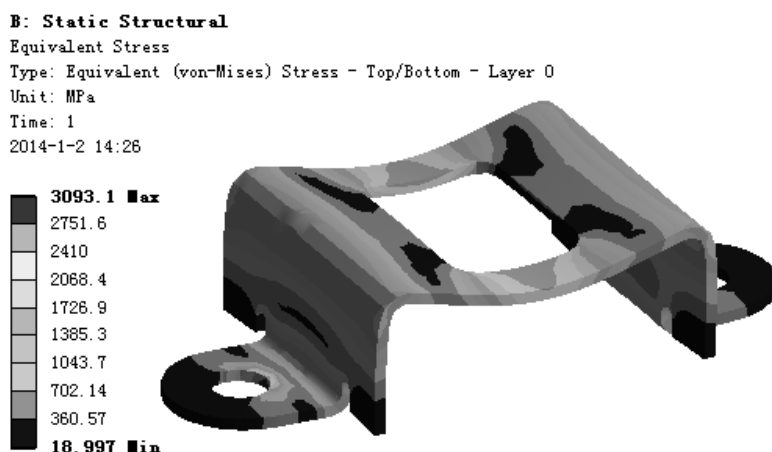

图 7.4.10 应力结果图解
(1) 求解分析。在顶部工具栏中单击  按钮求解分析。
(2) 查看应力结果图解。在“Outline”窗口中选中  **Equivalent Stress**，查看图 7.4.10 所示的总应力结果，其最小应力为 18.997MPa，其最大应力为 3093.1MPa。